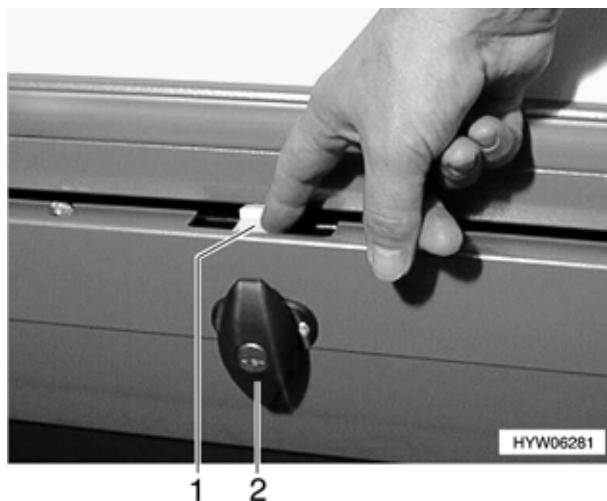

Fig. 35 Sicurezza della serratura gavone estraibile sottopavimento
- Aprire la serratura dello sportello (Fig. 35,2) come sopra descritto.
- Premere la sicurezza (Fig. 35,1) verso il basso, tenerla premuta ed estrarre il gavone sottopavimento.